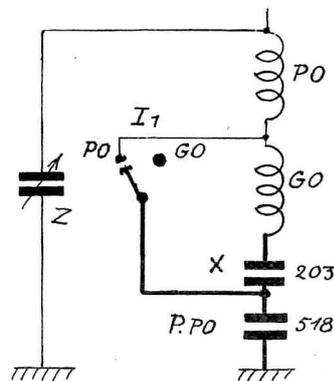

Fig. 3.
a) *Bobinages en série, paddings en série* (figure 3). — Les bobines oscillatrices PO et GO sont en série. En PO, la bobine GO est court-circuitée par I1. En GO, le bobinage oscillateur est constitué par les deux bobines en série. Le padding PO, monté au pied, aura, évidemment, une valeur de 518 micromicrofarads